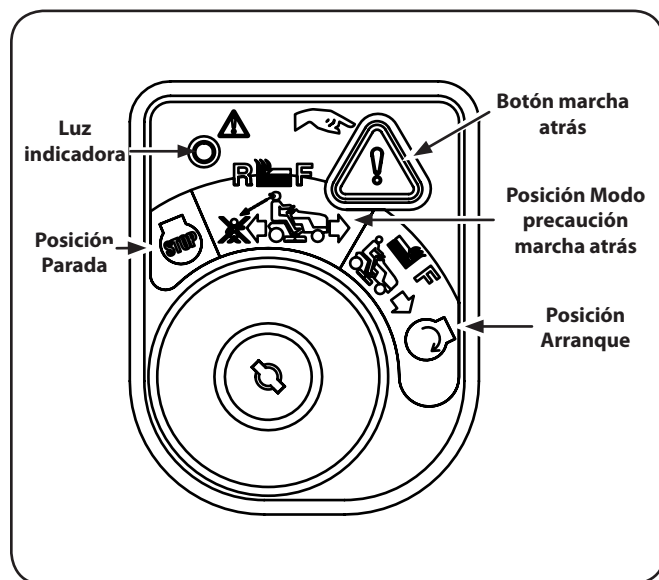

Figura 5-8
2. Gire la llave desde la posición de CORTE NORMAL  (verde) hasta la posición de MODO PRECAUCIÓN MARCHA ATRÁS  (amarillo) del módulo de la llave de contacto. Vea la Figura 5-8.
3. Presione el BOTÓN DE MARCHA ATRÁS  (botón triangular de color naranja) en la esquina superior derecha del módulo de la llave de contacto. La luz indicadora roja en la esquina superior izquierda del módulo del interruptor de llave se mantiene ENCENDIDA mientras esté activado. Vea la Figura 5-8.